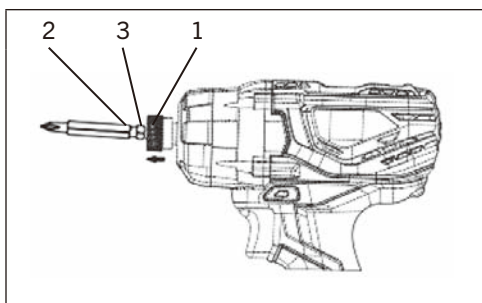

FIG. 4
1. Tirez vers l'extérieur sur le mandrin à dégageur rapide (1) (Fig. 4).
2. Insérez l'extrémité rainurée du porte-foret de la visseuse à chocs (2) dans le mandrin (3) de l'outil.
1. Sélectionnez l'embout de vissage correct pour la vis utilisée et installez-le dans le collet (Fig. 4).